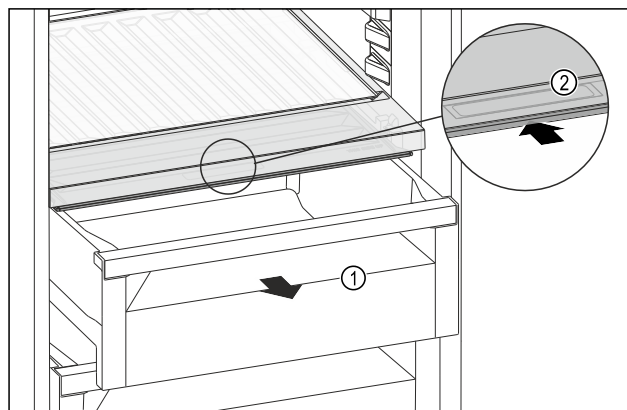

Fig. 174
- ▶ Zásuvku Fig. 174 (1) vytáhněte.
- ▶ Uchopte prohlubeň pro rukojeť Fig. 174 (2) na víku zásuvky a současně zasuňte víko zásuvky směrem dozadu.